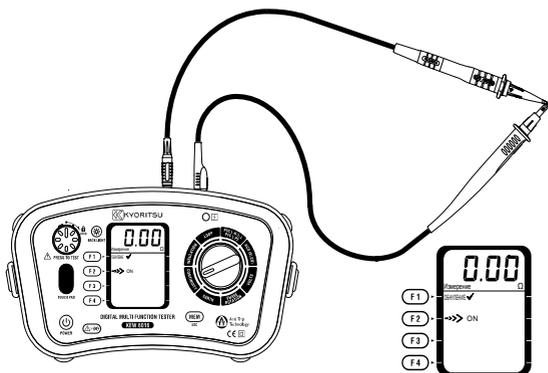

Рис.13
- 3 Соедините концы измерительных щупов (см. Рис. 13), нажмите и заблокируйте кнопку проведения измерений. Отобразится значения сопротивления измерительных щупов.
- 5 Отпустите кнопку. Прежде чем продолжать измерения, нажмите кнопку проведения измерений и убедитесь, что на индикаторе отобразился нуль. При использовании функции «Обнуление», на индикаторе отобразится «ОБНУЛЕНИЕ ✓» (см. Рис.13). Нулевое значение сохранится, только если выключить прибор. Запоминание нулевого значения можно отменить, отсоединив измерительные щупы и нажав кнопку обнуления (F1). Кнопка проведения измерений при этом должна быть нажата и заблокирована. Если данная функция отключена, на индикаторе отобразится ОБНУЛЕНИЕ OFF.